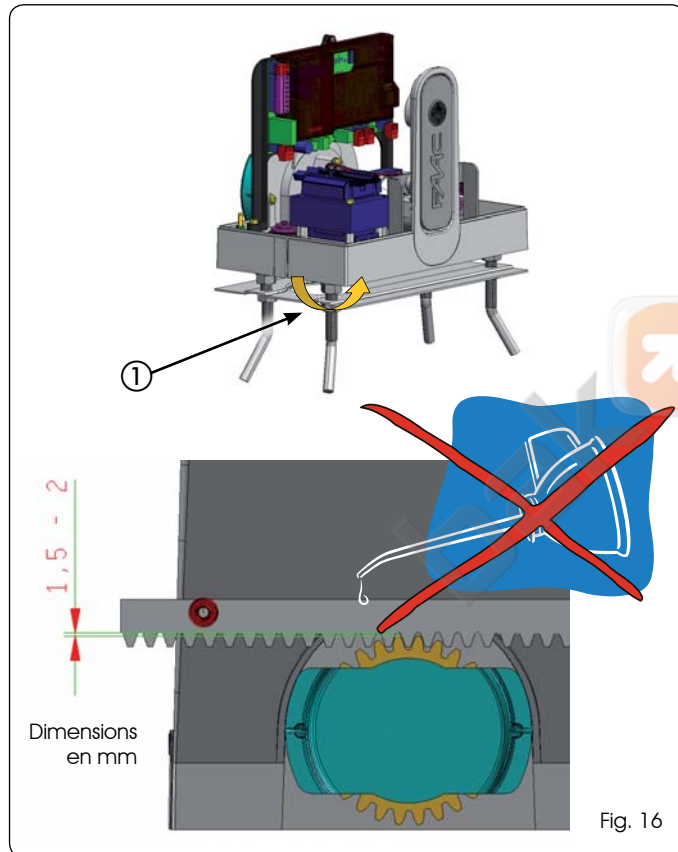

Fig. 16
-  Au terme de l'installation de la crémaillère, pour garantir un engrenement correct avec le pignon, il est recommandé d'abaisser d'environ 1,5 - 2 mm la position du motoréducteur, en agissant sur les écrous ad hoc (Fig. 16 réf. ①).
-  Ne pas utiliser de graisse ni d'autres produits lubrifiants entre le pignon et la crémaillère (Fig. 16)